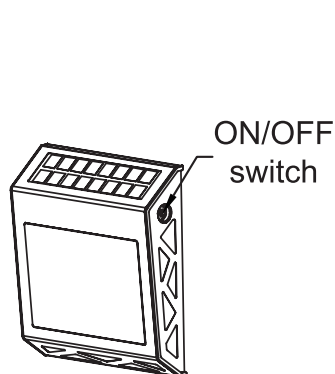

Abbildung 1
1. Drücken Sie die Ein/Aus-Taste, um das Licht einzuschalten. Der Schalter befindet sich an der Seite des Geräts. (Abb.1)